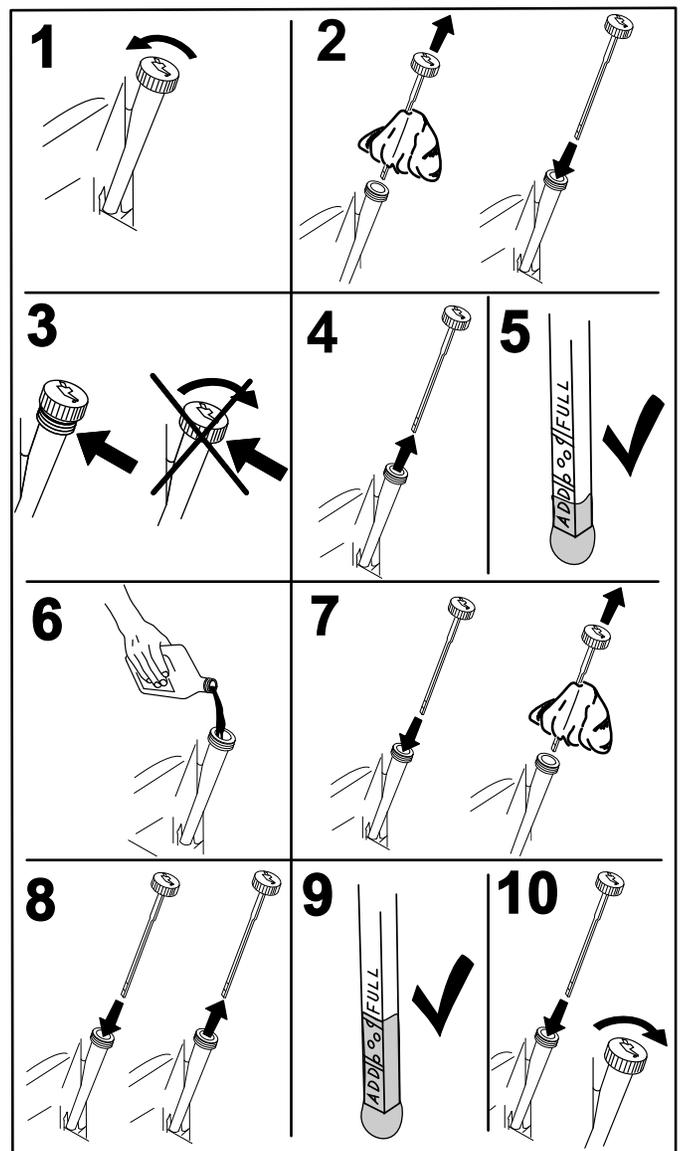

Figura 43
2. Prima di scendere dal posto di guida dell'operatore, spegnete il motore, togliete la chiave di accensione e attendete che si fermino tutte le parti in movimento (Figura 43).